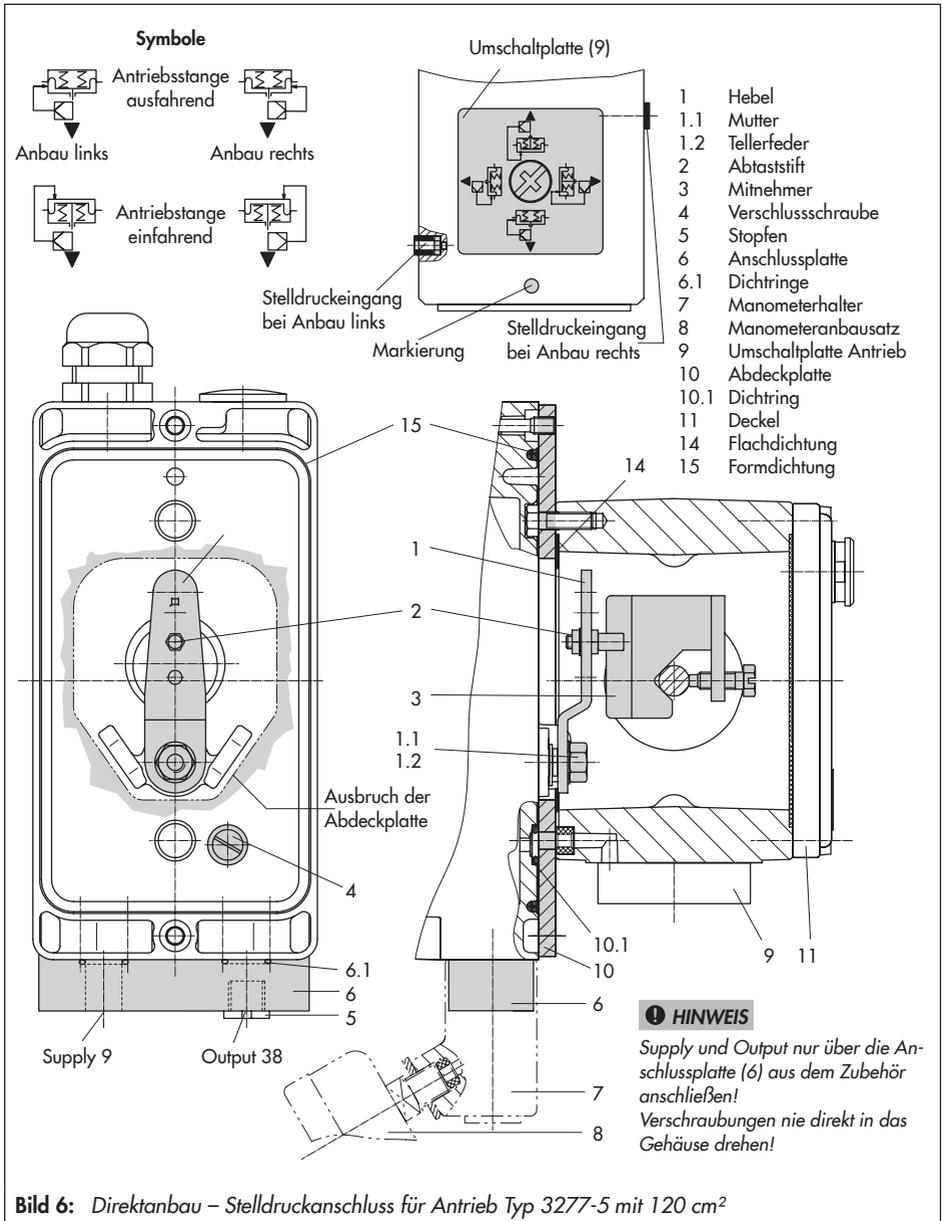

Bild 6: Direktanbau – Stelldruckanschluss für Antrieb Typ 3277-5 mit 120 cm2
##### Antrieb mit 120 cm2 (vgl. Bild 6)
1. Anschlussplatte (6) oder Manometerhalter (7) mit Manometern am Stellungsregler montieren, auf richtigen Sitz der beiden Dichtringe (6.1) achten.
2. Verschlusschraube (4) auf der Stellungsregler-Rückseite entfernen und den Stelldruckausgang „Output 38“ an der Anschlussplatte (6) oder am Manometerhalter (7) mit dem Stopfen (5) aus dem Zubehör verschließen.
3. Mitnehmer (3) an die Antriebsstange setzen, ausrichten und so festschrauben, dass die Befestigungsschraube in der Nut der Antriebsstange sitzt.
4. Abdeckplatte (10) mit schmaler Seite des Ausbruchs (Bild 6 links) in Richtung zum